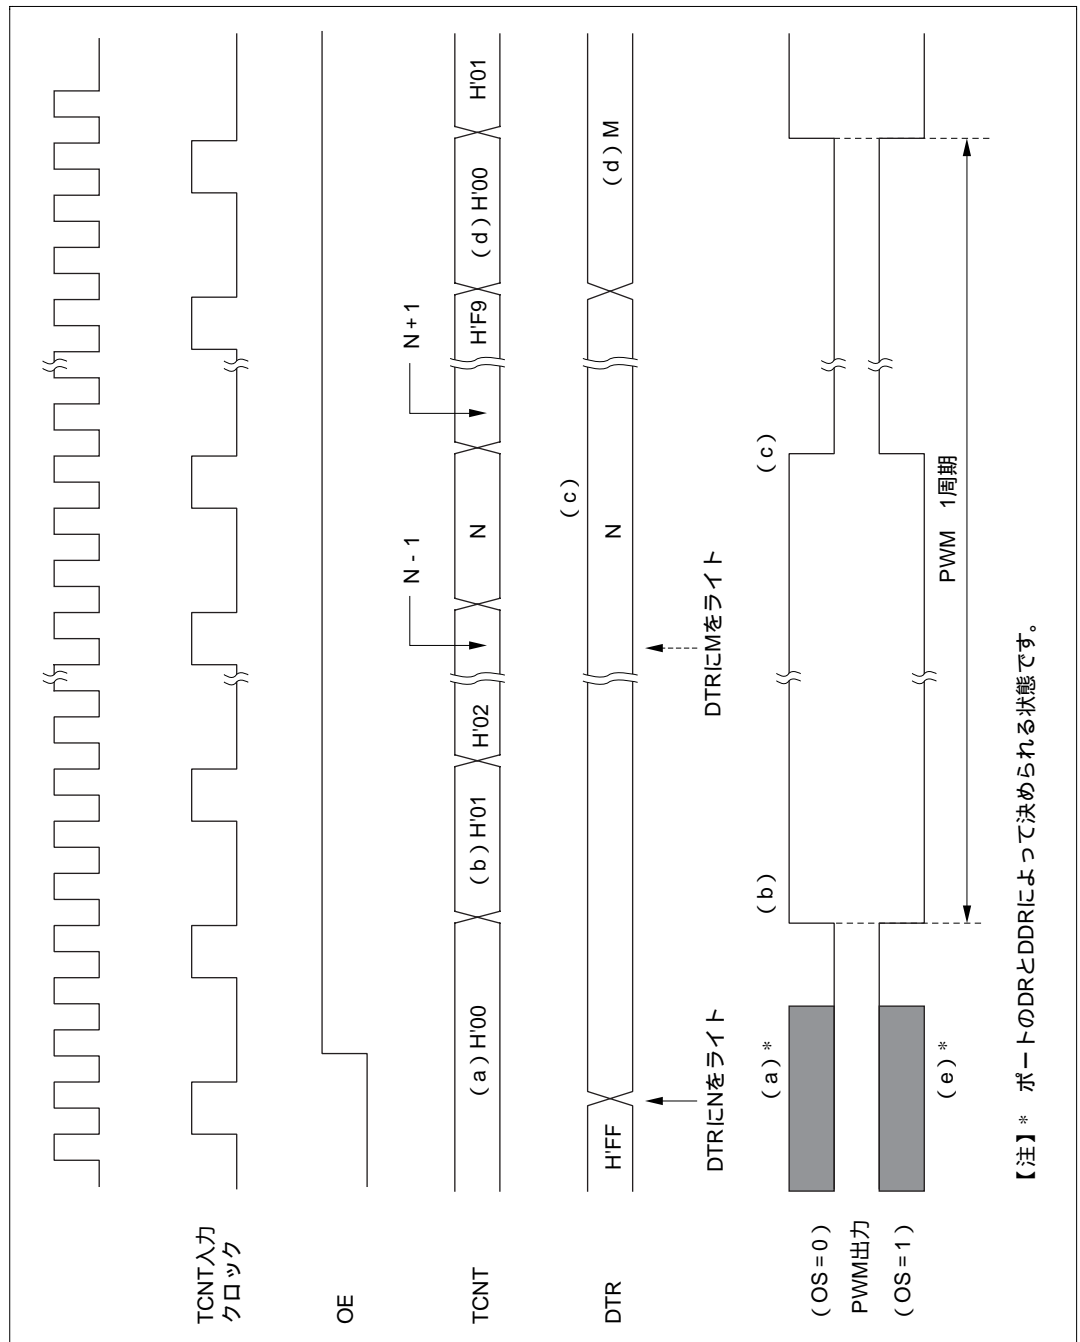

図 10.3 PWM 動作タイミング
PWM タイマの動作を以下に示します。また、動作タイミングを図 10.3 に示します。
(1) OE = 0 のとき (図 10.3 の (a))
(a) TCNT は、カウントアップを開始し、PWM 出力は 1 出力になります (図 10.3 の (b))。
(b) TCNT と DTR の値が一致すると、PWM 出力は 0 出力になります (図 10.3 の (c))。
(c) DTR の値を変更 (DTR に M をライト) すると、TCNT が H'F9 H'00 に変化した後から、ライトした値は有効になります (図 10.3 の (d))。
反転出力のときは、PWM 出力は逆の出力になります (図 10.3 の (e))。